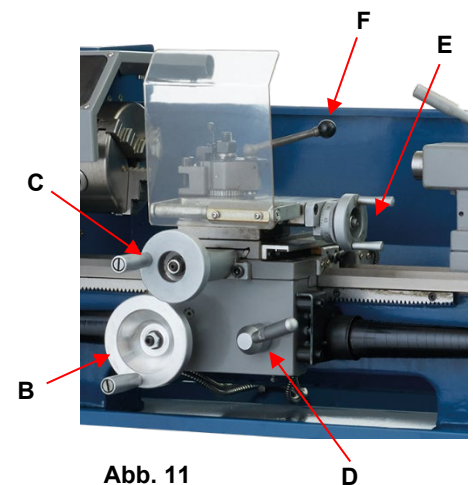

Abb. 11
5. Handrad für Längsverschiebung (B, Abb. 11)
6. Querverschiebehebel (C, Abb. 11)
7. Halbmutter-Einrasthebel (D, Abb. 11)
8. Querhebel für zusammengesetzte Auflage (E, Abb. 11)
9. Spannhebel des Werkzeughalters (F, Abb. 11)